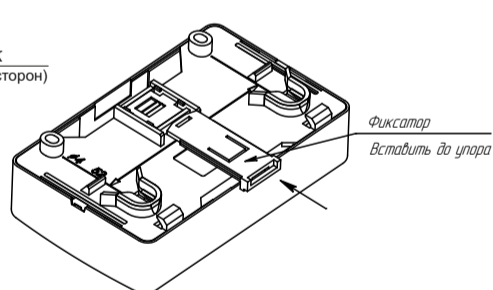

Рисунок 6
- при установке на DIN-рейку (Рисунок 6):